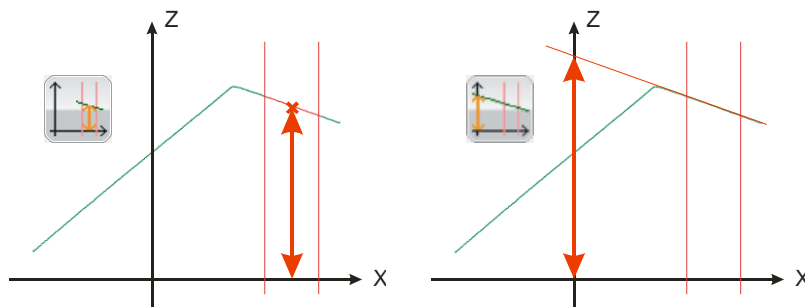
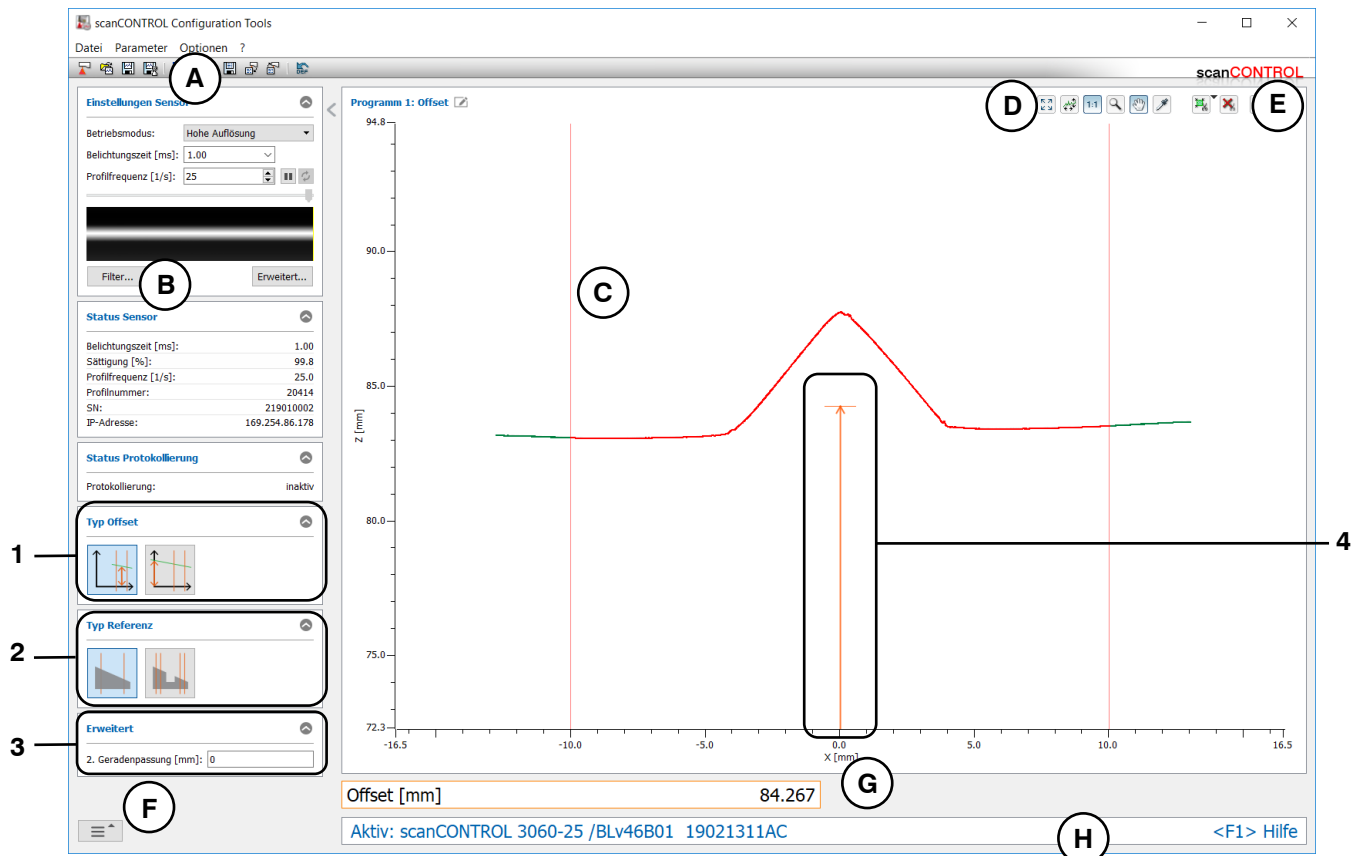

Abb. 4.13: Algorithmen für die Berechnung des Offsets
Abb. 4.14: Messprogramm „Offset“
- Definieren Sie den Algorithmus zur Berechnung des Offsets (siehe Abb. 4.13, Abb. 4.14 und Kap. 3.13.1):
- Wählen Sie den Typ der Geradenpassung (siehe Abb. 4.14 und Kap. 3.13.1):
- 1 Typ Offset:** Wählen Sie in diesem Bereich den Algorithmus zur Berechnung des Offsets (siehe Abb. 4.13).
- Definieren Sie den Algorithmus zur Berechnung der Offsets (siehe Abb. 4.13, Kap. 4.3.1 und Kap. 3.13.1):